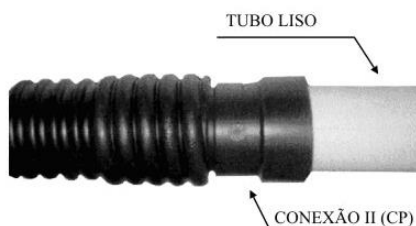

Figura 33
- b) Rosquear totalmente a conexão II (CP) no duto corrugado e introduzir o tubo liso na outra extremidade da mesma (Figura 33).